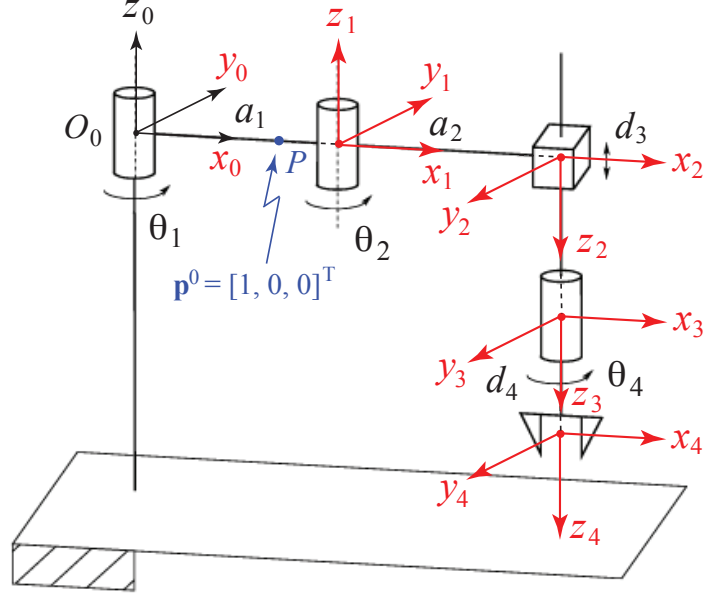

FIGURE 2 – Repères (rouges) positionnés sur le manipulateur SCARA.
1. La Figure 2 montre les 5 repères du manipulateur SCARA (en rouge), positionnés en suivant la convention de Denavit-Hartenberg. Les axes du repère “0” étant déjà fixés, nous nous sommes limités à spécifier l'axe x_0 et l'axe y_0 en utilisant la règle de la main droite.